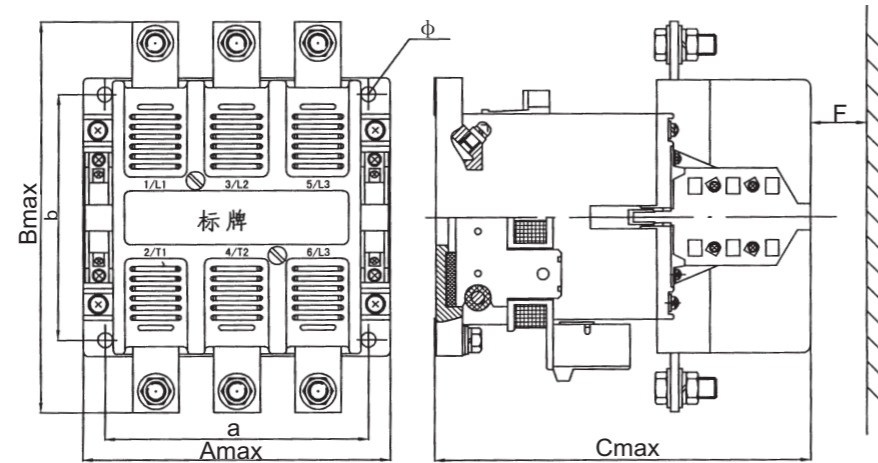

图1
接触器的外形、安装尺寸及安全区域见图1和表3。
a) 按图1所示位置安装，安全区域不小于表3中的规定值。